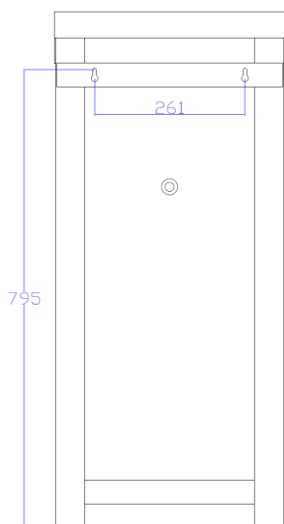

Abb. 5
- Messen Sie den Abstand zwischen diesen Löchern und die Höhe dieser Löcher zum Boden korrekt aus und markieren Sie ihn an der Wand (Abb. 5).